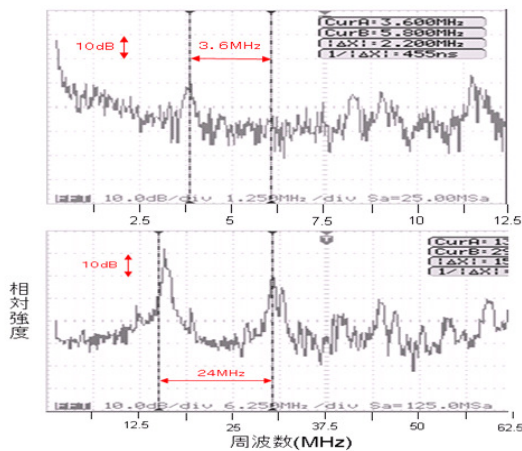
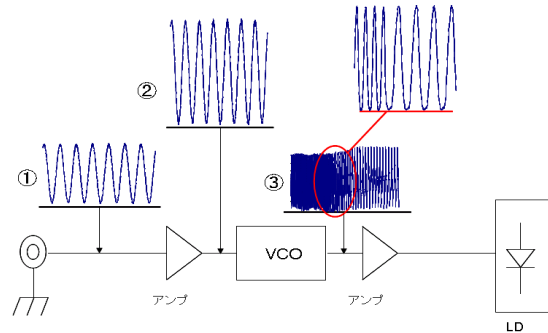
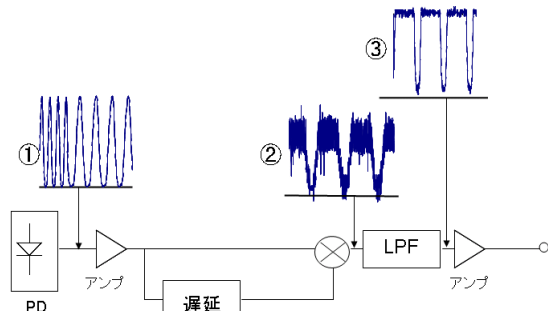

図1 映像入力信号 (上) 変調信号 (下)
図2 送信回路
図3 受信回路
図2と図3のように、送信、受信回路の構成を示す。図2の送信回路は発信機からアナログ信号 (①の信号) を入力し、増幅器を通して電圧を増幅します。(②の信号) この増幅器は6 dB の利得しか得ず、最大2倍の電圧でしか増幅できない。この増幅された信号を VCO(電圧制御発信機)へ通して、パルス幅が変化しているのがわかる。(③の信号)。また、入力映像信号は図1に示すように3.6MHz までの信号成分を持っていて、これをVCO で周波数変調し、最大周波数偏移を 24MHz にした。図3の受信回路では、送信機から出力された信号を受信し、乗算器を通して信号を遅延させて復調させる。復調された信号は②の信号のようになり、まだノイズが目立つが信号の形が変わっていることがわかる。その信号を LPF (ローパスフィルタ) に通して高い周波数成分を除去し、きれいな信号になる。